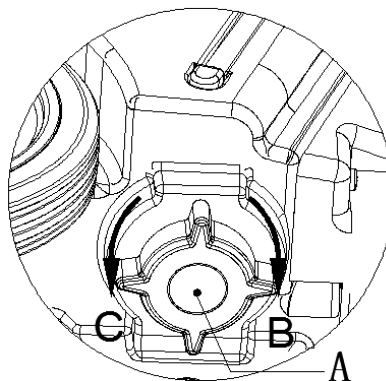

Abbildung 14
2. Schrauben Sie die Kappe des Reinwasserauslasses (A, Abbildung 14) gegen den Uhrzeigersinn ab (C, Abbildung 14), um den Reinwassertank zu entleeren.